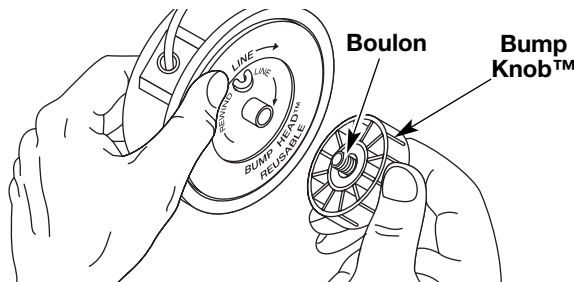

Fig. 15
1. Tenez la bobine extérieure d'une main et dévissez le bouton de butée vers la gauche (Fig. 15). Inspectez le bouton à l'intérieur du bouton de butée pour vous assurer qu'il se déplace librement. Remplacez le bouton de butée s'il est endommagé.
- Tenez la bobine extérieure d'une main et dévissez le bouton de butée vers la gauche (Fig. 15). Inspectez le boulon à l'intérieur du bouton de butée pour vous assurer qu'il se déplace librement. Remplacez le bouton de butée s'il est endommagé.